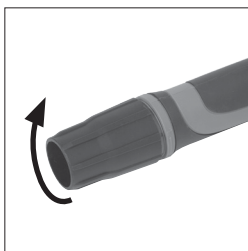

Fig. 1
- Lossa hylsmuttern. (**Fig. 1**)